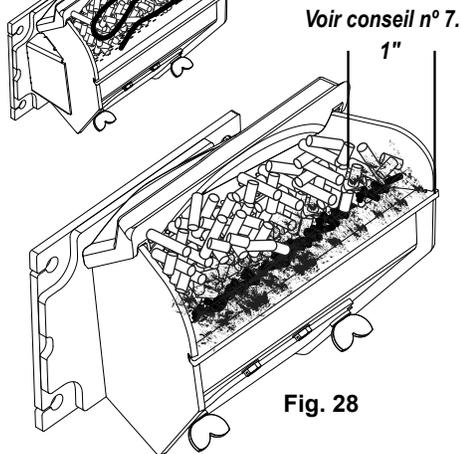

Fig. 28
7. Réglez le bouton de réglage de l'alimentation de façon à obtenir une combustion maximale : Avec le bouton de réglage de l'allumeur sur «AUTO», placez le sélecteur de mode sur «Stove Temp» et mettez le ventilateur sur «H». Mettez le bouton de réglage de la température sur 7. Laissez le poêle fonctionner environ 30 minutes, puis vérifiez les cendres à l'avant du pot de combustion (fig. 28). Si le lit de cendres est supérieur à 2,5 cm (1"), augmentez le réglage de l'alimentation de 3 à 4. Laissez brûler 30 nouvelles minutes et vérifiez de nouveau. Si vous n'arrivez pas à obtenir un lit de cendres de moins de 2,5 cm (1") sur la position 6, ce n'est pas un problème. Le lit de cendres de 2,5 cm (1") est obtenu au taux de combustion maximal, et avec la plupart des réglages normaux, vous obtiendrez un lit plus épais.